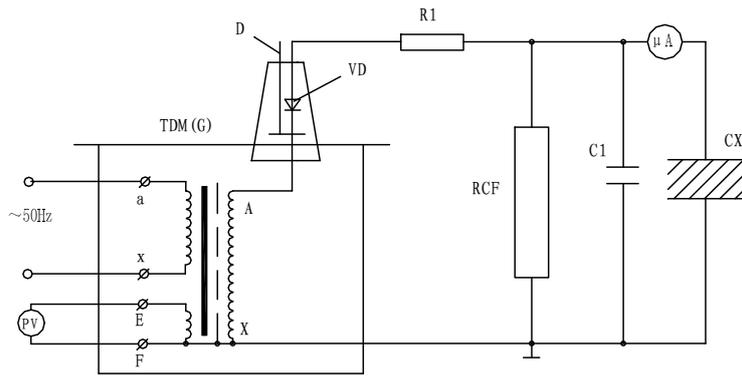

图 7：高压直流泄漏试验接线图
2、 TDM (G) 工频交流耐压试验成套装置在做被试品的直流耐压或泄漏试验时接线原理图如图 7。
注：此试验应先抽出短路杆“D”，图 7 中所示。